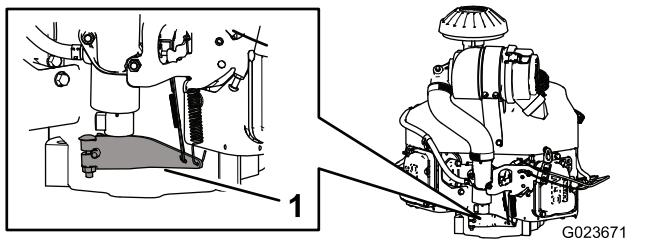

Figura 66
- Empuje hacia abajo el extremo del muelle del brazo del regulador (Figura 66).